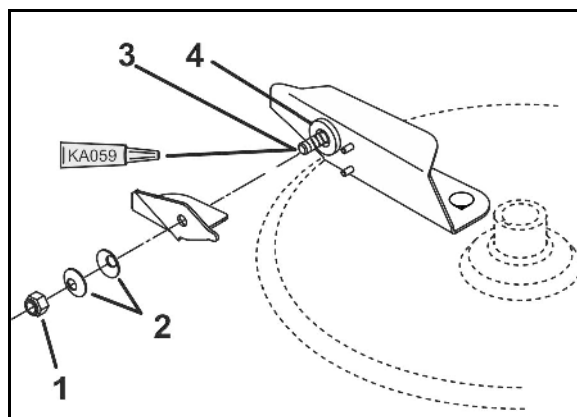

Fig. 116
1. Svitare le due lamiere di copertura (Fig. 116/1) dal lato interno del tamburo del freno.
Le impurità penetrate all'interno possono depositarsi sui ferodi (Fig. 116/2), peggiorando sensibilmente la potenza frenante.